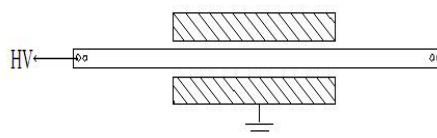

图 6-8 套管反接法
- (2)：反接法、电压为 10KV、芯棒对末屏及地、接线见图 6-8